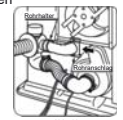

Abb. 11
10. Befestigen Sie den L-förmigen Schlauch mit der Schlauchschelle. Befestigen Sie das gebogene Verbindungsstück mit der Rohhalterung am Ablauf des Abgasrohrs. (Falls das Verlängerungsrohr verwendet wird, bringen Sie die Rohhalterung auch an der Verbindung des gebogenen Verbindungsstücks mit dem Abgasrohr an). Verbinden Sie das gebogene Verbindungsstück mit dem Ablauf des Heizkörpers, indem Sie den Rohrschlag in die Ablaufschelle schieben (Abb. 11).